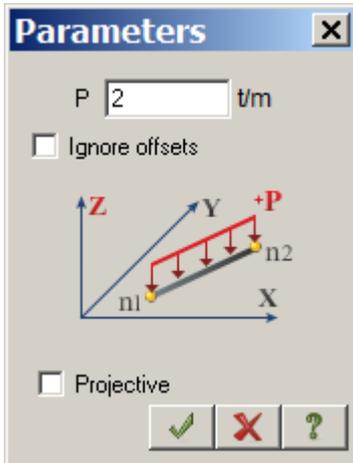

Figure 1.14 Load parameters dialog box
- ⇒ In the **Load parameters** dialog box specify $P = 2.0$ t/m (see Fig.1.14).